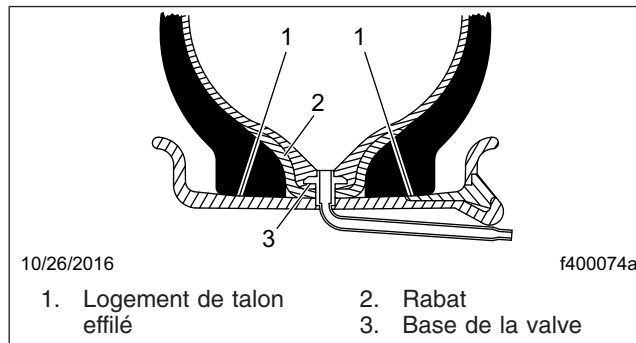

Fig. 13, Position des talons, du rabat et de la chambre à air à une pression de 28 à 35 kPa (4 à 5 psi)
- La position des talons, du rabat et de la chambre à air avec une pression de 28 à 35 kPa (4 à 5 psi) est illustrée sur la **Figure 13**. La chambre à air est entièrement dépliée à l'intérieur du pneu, mais il n'y a pas suffisamment de pression pour déplacer les talons sur les jantes à base large.